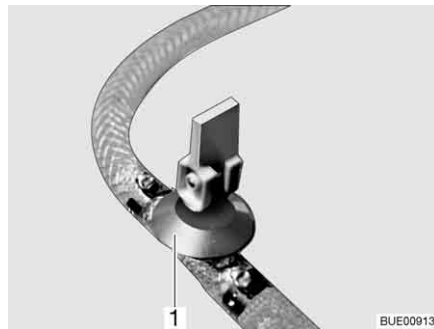

Fig. 188 Llave de desagüe
- Cerrar la(s) llave(s) de desagüe. Colocar para ello el balancín (Fig. 188,1) en posición horizontal.
- Abrir la(s) llave(s) de desagüe (Fig. 188). Colocar para ello el balancín (Fig. 188,1) en posición vertical. La caldera se vacía hacia fuera.